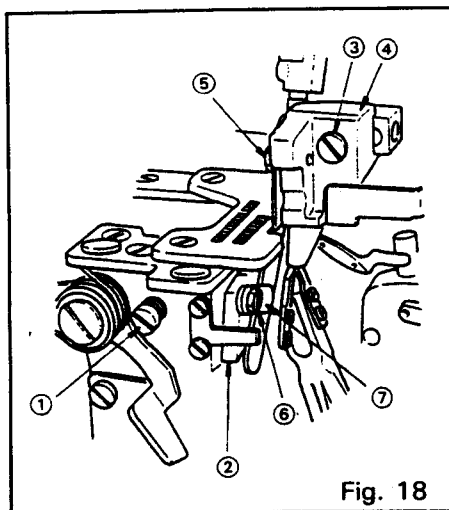
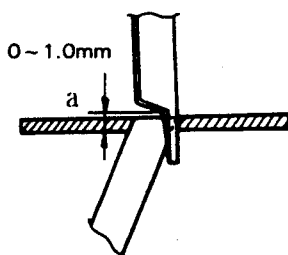
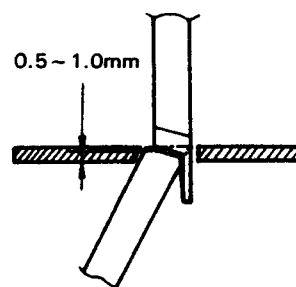

Fig. 18
Fig. 19
Fig. 20
Changing the stationary knife (Fig. 18, Fig. 19 and Fig. 20)
- (1) Loosen set screw ① and move stationary knife holder ② to the left as far as it will go. Tighten set screw ① temporarily.
- (2) Loosen set screw ⑥ and remove stationary knife.
- (3) Insert a new stationary knife between the stationary knife holder ② and stationary knife clamp ⑦ and set the stationary knife so that top edge of the stationary knife is flush with the top surface of the throat plate as shown in Fig. 19. Then tighten set screw ⑥.
- (4) Turn pulley until the point (a) of the movable knife is positioned 0-1.0mm above the top surface of the throat plate, and then loosen set screw ①.
- (5) Make sure that the movable knife and stationary knife are in close contact with each other by spring pressure, and then tighten set screw ①.
- (6) Check sharpness of knife blade.
Changement de couteau mobile (Fig. 18, Fig. 19 et Fig. 20)
- (1) Desserrer la vis de blocage ①, pousser le support de contre-couteau ② vers la gauche jusqu'à ce qu'il soit en butée et resserrer temporairement la vis de blocage ①.
- (2) Retirer la vis de blocage ⑤ et le couteau mobile.
- (3) Poser un couteau mobile neuf en serrant temporairement la vis de blocage ⑤.
- (4) Tourner la poulie jusqu'à ce que le support de couteau mobile soit positionné au point mort le plus bas et régler le couteau mobile de manière qu'il soit placé à 0,5-1,0 mm du contre-couteau comme montré à la Fig. 20. Resserrer ensuite la vis de blocage ⑤.